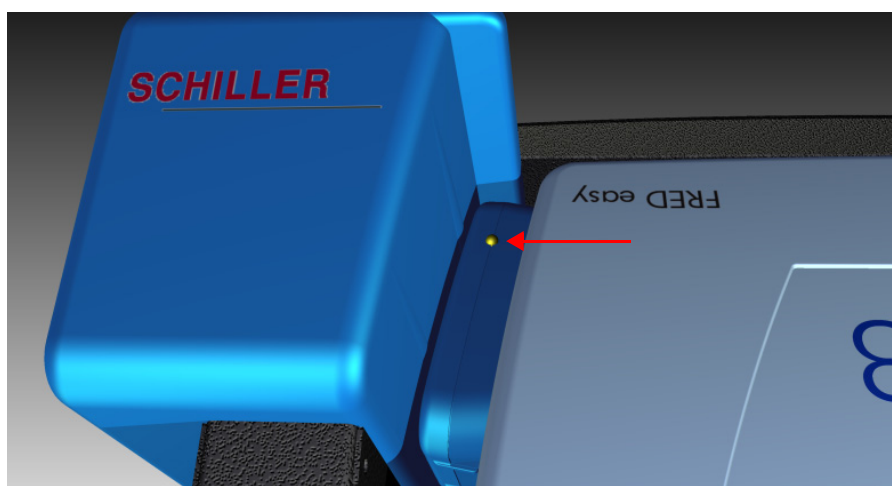

Fig. 5.21 Voyant de contrôle de communication
- Raccordez le bloc secteur au **raccord** central (2) et branchez-le dans une prise de courant de sécurité.
- Raccordez le **câble Ethernet** au **raccord** (1) (Cela n'est pas nécessaire pour les **supports muraux** Sans Fils).
- Le voyant de contrôle (voir Fig. 5.21) clignote tant que la communication avec le réseau de données est assurée.
Une fois les données transférées, l'affichage lumineux s'éteint et le message «FRED easy Online ready» apparaît. Ce message reste affiché à l'écran tant que la communication avec le serveur est assurée. De plus, le voyant de contrôle clignote dans ce cas (voir Fig. 5.21).